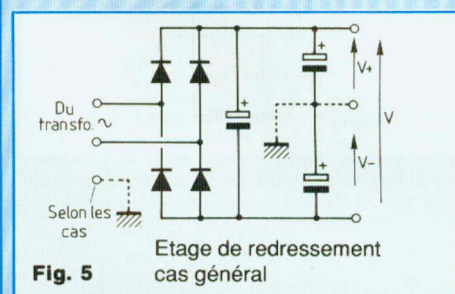

Fig. 5 Etage de redressement cas général
de redressement de l'appareil. Ce pont (intégré ou à 4 diodes) est très facilement identifiable, car situé près du transformateur (ou de fils en provenant) et est entouré de quelques capacités. Armé d'un voltmètre, il est donc aisé de trouver une source d'alimentation correcte. A fort peu de choses près, le schéma de l'étage de redressement sera celui de la figure 5 :
**Fig. 5 : La même excursion maximale de fréquence,  $\Delta F$ , autour de la fréquence centrale  $F_0$ , exige 0,8 V crête à crête pour le canal gauche (a), mais seulement 0,4 V pour le canal droit (b).**